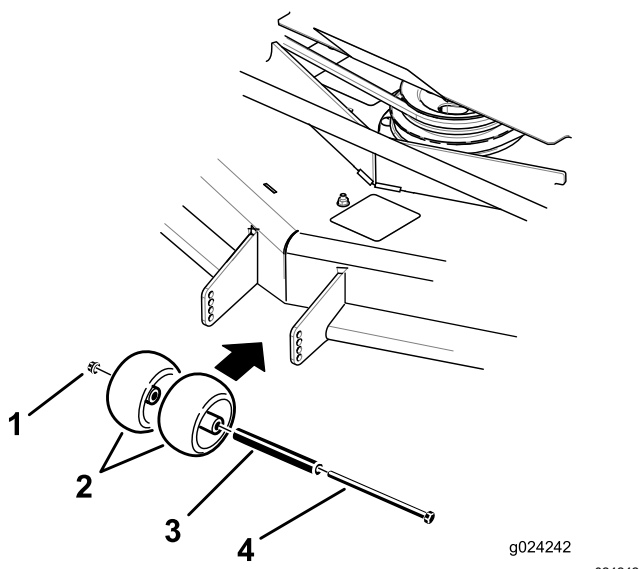
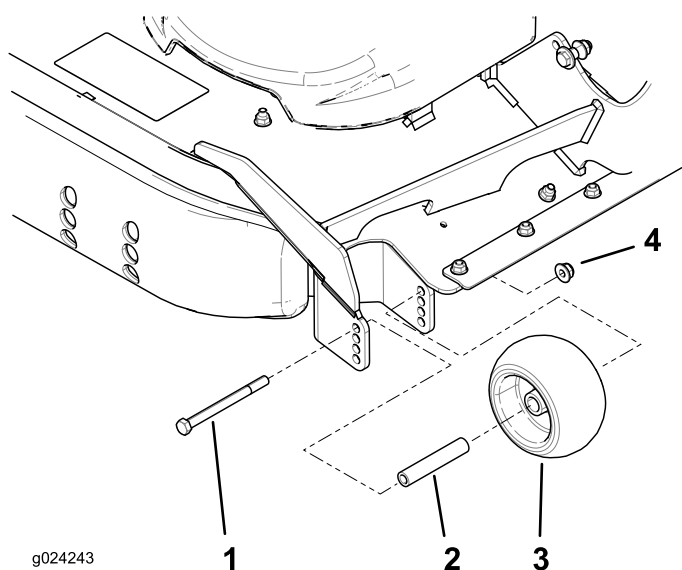

Figura 32
Figura 33
3. Remova os rolos antitanos como se mostra na Figura 32 e na Figura 33.